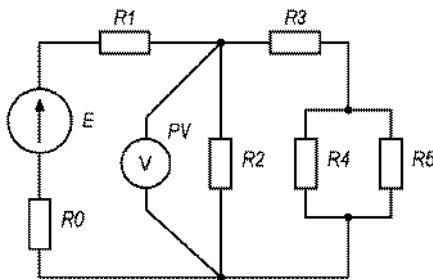

Рисунок 1.20
**Задача 1.10.** Для цепи постоянного тока (рис. 1.20) определить ЭДС, ток и напряжение на выводах источника, силу тока во всех ветвях цепи. Составить уравнение баланса мощности, используя исходные данные таблицы 1.10.